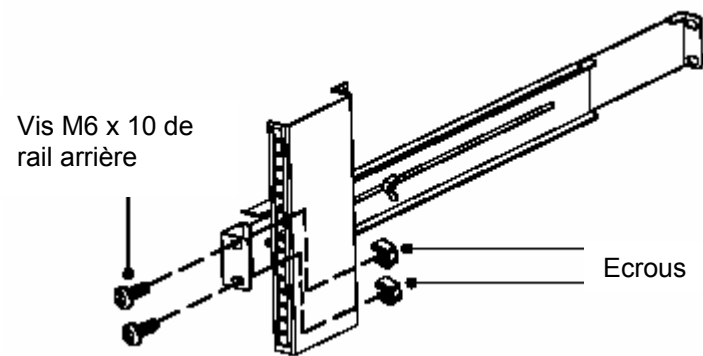

Figure 4 – Fixation du rail arrière
6. En utilisant 2 vis M6 x 10 et 2 écrous, fixer le rail à l'arrière du rack (voir Figure 4).